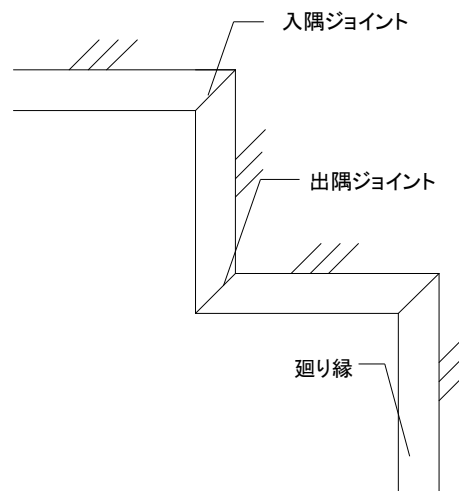

図2-2-3 廻り縁の取付け①(廻り縁の出隅、入隅)
③切断時は金切り鋸を用いて切断し、切断部分はヤスリ(細目)にて面合わせをすること。
④廻り縁のジョイント部は必ず専用の廻り縁ジョイントを使用し、出隅および入隅については、廻り縁を約45度で切断して廻り縁ジョイント(出墨、入墨ジョイント)により接続すること。(図2-2-3、図2-2-4参照)